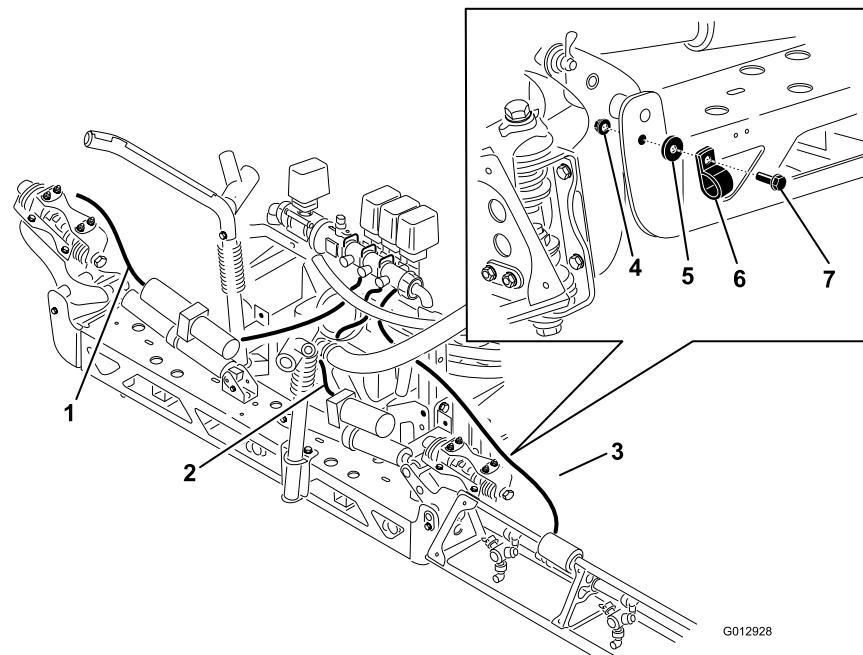

図 31
1. ブーム・ホースを図 31 のように配置する。
2. R クランプを使って、センター・ブーム・アセンブリの前側に、左右のブームホースを取り付ける。ショルダ・ボルトとナットを使って、ホースとRクランプを図 31 のように固定する。